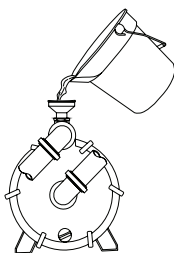

Fig. 7
6. Asegúrese que la bomba esté cebada. Si al retirar el tapón de cebado empieza a salir agua, está cebada. De lo contrario, retire la cubierta y llene la bomba con agua (Fig. 7). Enrosque el tapón en el embudo y apriételo.
7. Asegúrese que la bomba esté cebada. Si al retirar el tapón de cebado empieza a salir agua, está cebada. De lo contrario, retire la cubierta y llene la bomba con agua (Fig. 7). Enrosque el tapón en el embudo y apriételo.
8. Asegúrese que la bomba esté cebada. Si al retirar el tapón de cebado empieza a salir agua, está cebada. De lo contrario, retire la cubierta y llene la bomba con agua (Fig. 7). Enrosque el tapón en el embudo y apriételo.
- B. Retire la tapa de la bomba y llénela con agua (Fig. 7). Enrosque el tapón en el embudo y apriételo.
- Asegúrese que la bomba esté cebada. Si al retirar el tapón de cebado empieza a salir agua, está cebada. De lo contrario, retire la cubierta y llene la bomba con agua (Fig. 7). Enrosque el tapón en el embudo y apriételo.
- Retire la tapa de la bomba y llénela con agua (Fig. 7). Enrosque el tapón en el embudo y apriételo.